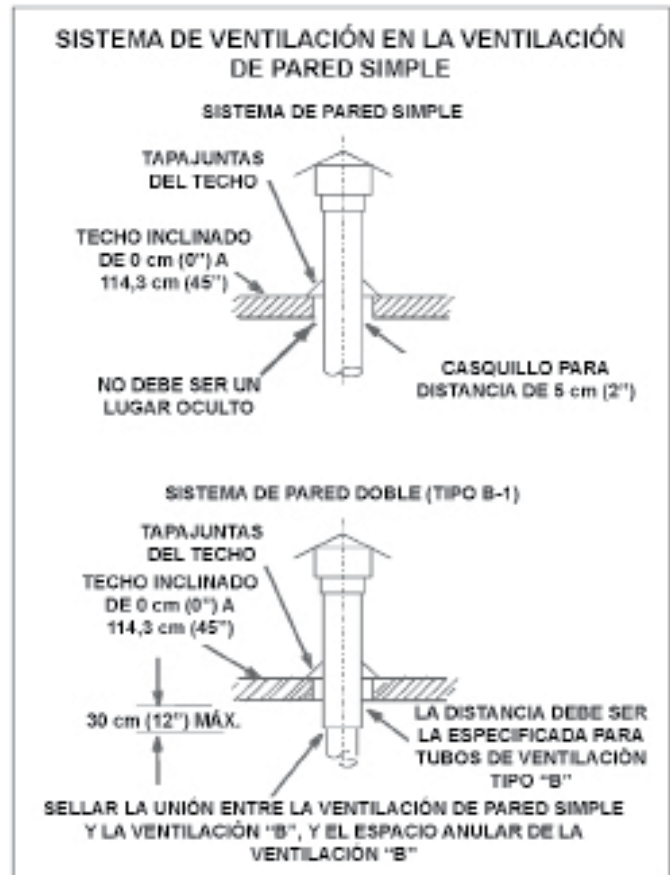
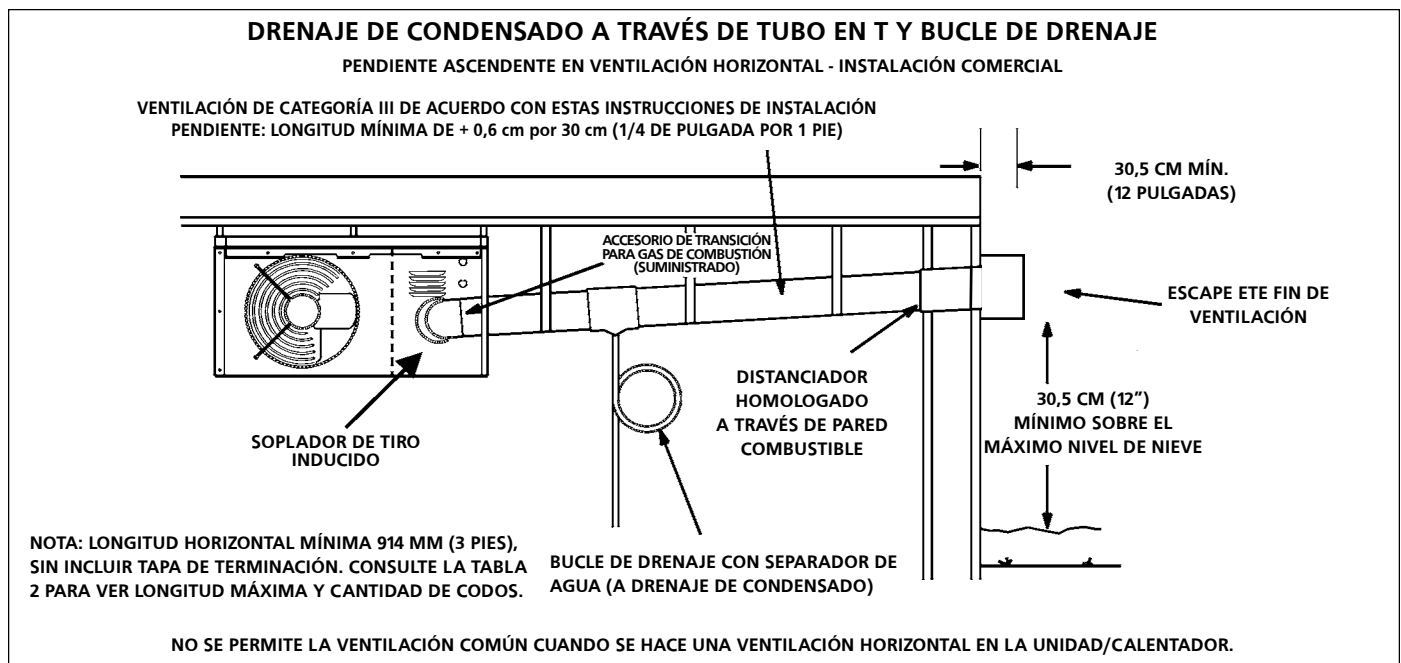

FIGURA 2
FIGURA 3
1. Los calentadores MHU/HSU se deben utilizar con chimeneas aprobadas por NFPA o ANSI, ventilaciones de gas tipo B-1 homologadas por U.L., tubos de metal monocapa o un sistema de revestimiento de chimenea homologado para ventilación de gas donde corresponda, además de las modificaciones y limitaciones que se detallan en la **figura 2**. Selle el material de ventilación monocapa de acuerdo con la sección **A - Requisitos y recomendaciones generales**.
- Cuando una terminación se pasa a través de una pared combustible exterior, se debe sostener la ventilación con un casquillo de distancia, que se encuentra incluido en la lista. Selle la conexión que hay entre los tubos de una pared simple y una pared doble y el espacio anular del tubo de la pared doble, como se muestra en la figura 2. El borde interior de la junta de terminación en T de la ventilación debe estar a un mínimo de 30,48 cm (12 pulgadas) de la pared exterior, como se muestra en la **figura 3**.
Ventilación A: recomendaciones y requisitos generales y C - Ventilación horizontal: general y D - Ventilación horizontal: comercial. Consulte la **figura 3**.